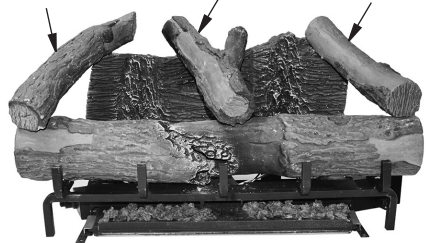

Figura 21 - Instalación de leños #4, #5 y #6
3. Coloque el leño # 4, # 5 y log log # 6 como se muestra en la Figura 21.